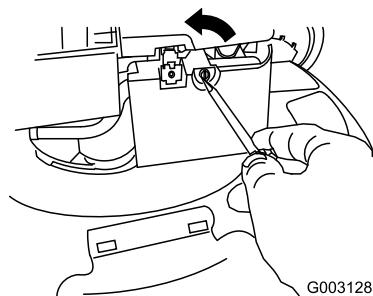

Figure 34
- Ouvrez le couvercle du filtre à air avec un tournevis (Figure 34)